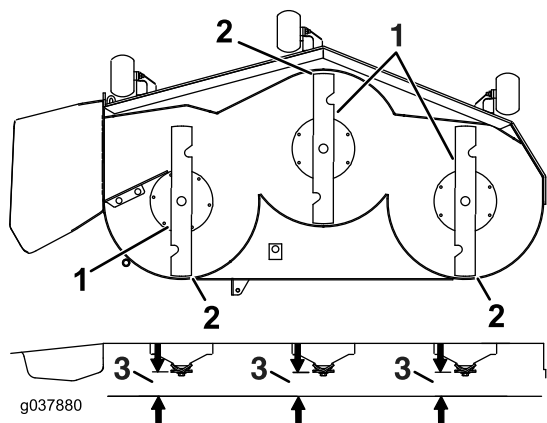

Figura 100
7. Compruebe el nivel longitudinal de la cuchilla (Figura 100). Asegúrese de que la punta de la cuchilla delantera está más abajo que la punta de la cuchilla trasera, como se muestra en Altura de bloque y soporte. Si se requieren ajustes, siga con este procedimiento.